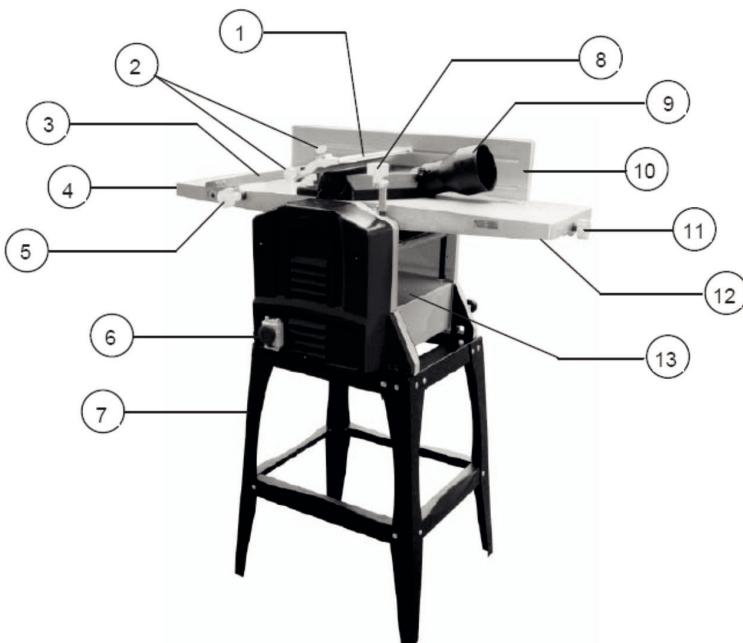

Рис. 1
5. Ослабьте фиксатор «*b*» и по шкале отрегулируйте угол направляющей планки «*a*». Ручкой 11 (рис. 1) отрегулируйте глубину среза. Максимальная глубина среза для фуганка 3мм.
1. Поворотом регулятора высоты стола подачи (11) установите высоту стола подачи (12), выбрав соответствующую глубину строгания по шкале (рис.1).
2. Установите защитную планку (1), как указано в пункте 6.
3. При строгании плоскости заготовок или кромки (боковой плоскости) установите угол наклона направляющей планки (10) относительно стола подачи (12) 90° .
4. При строгании фаски установите требуемый угол наклона направляющей планки (10) относительно стола подачи (12).
5. Прижимая заготовку к столу подачи (12), подавайте её вперед, навстречу направлению вращения рабочего вала. Прижимайте заготовку специальными прижимами. Подавайте заготовку с равномерной скоростью. Любая остановка заготовки образует неровность или ступень на обрабатываемой поверхности заготовки. В целях собственной безопасности защитная планка (1) должна закрывать часть ножей, не используемых при строгании.
6. Регулятором высоты стола для рейсмуса (8), Рис.1, по шкале установите рабочий стол (13) в положение, соответствующее максимально толстому участку заготовки, после чего установите глубину строгания.
7. Подавайте заготовку обработанной стороной вниз по поверхности рабочего стола (13) со стороны выходного стола (4) до момента захвата заготовки протяжными роликами (автоматическая подача). По необходимости поддерживайте заготовку, не форсируя и не замедляя скорость прохождения заготовки.
Станок оборудован патрубком пылесборника (9), Рис.1, для удаления стружки и древесной пыли, к которому необходимо подсоединить и закрепить шланг пылесоса для сбора стружки и древесной пыли.